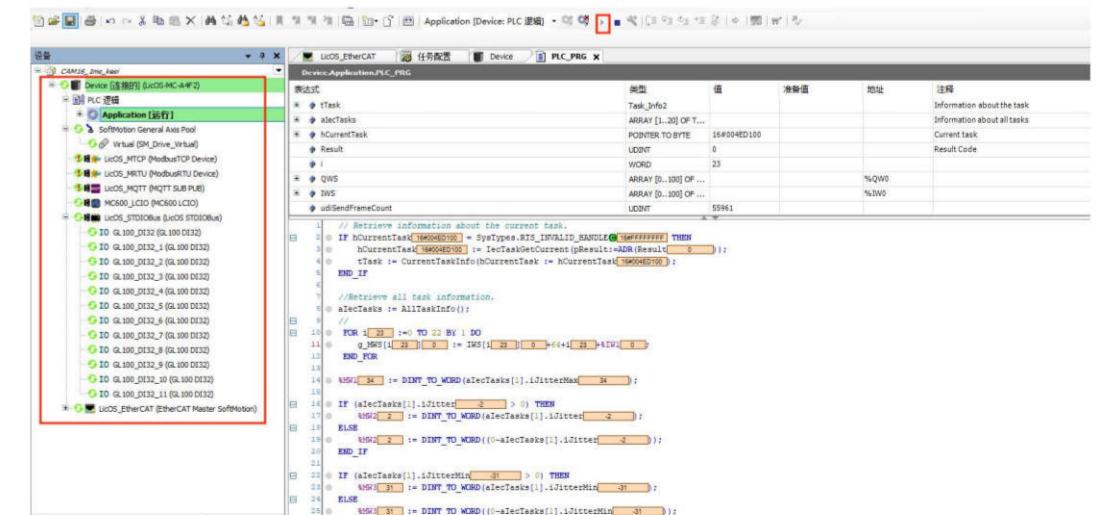

图 19 程序运行示意图
- 下载成功后点击图 19 的程序运行按钮, 运行应用程序, 若设备 (子设备) 正常则如图 19 左侧, 设备前面会是绿色图标, 运行不正常或不支持设备则会出现红色“X”、“A”图标。